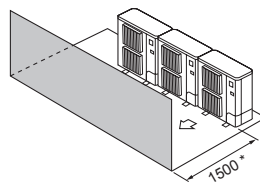

Fig. 2-15
- ③ Εμπόδια στην μπροστινή πλευρά μόνο (Fig. 2-15)